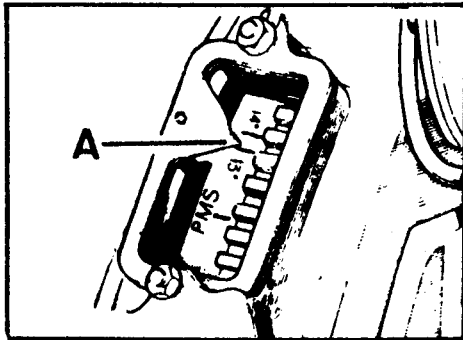
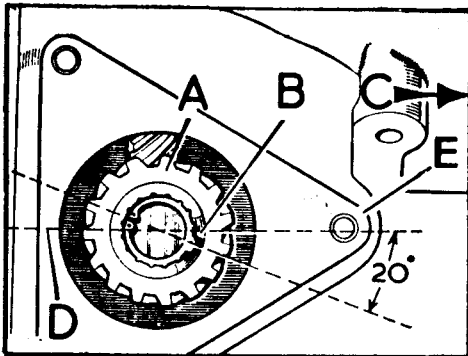

Fig. A1-41 Sincronización de grados de avance en el volante
Fig. A1-42 Posición correcta del piñón de mando para montar la bomba inyectora
- 2.3. Girar el cigueñal en su sentido normal de trabajo (hacia la derecha) hasta que el índice de referencia para puesta a punto, A (Fig. A1-41), quede alineado entre las marcas  $13^{\circ}$  y  $14^{\circ}$  del volante. En esta posición, se comprobará que la estría más ancha, B (Fig. A1-42) del piñón de mando, A, se encuentre orientada a unos  $20^{\circ}$  por debajo del centro del eje, E. Dicha estría, podría encontrarse al lado totalmente opuesto al citado en la Fig. A1-42, o sea, a  $180^{\circ}$  de la posición deseada. En este caso habría que dar otra vuelta al cigueñal colocando nuevamente el índice de referencia en la posición indicada en la Fig. A1-41.